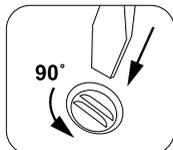

Рис. 5.
- Снимите крышку с водоочистителя, предварительно повернув три фиксатора против часовой стрелки на 90° (рис. 5).